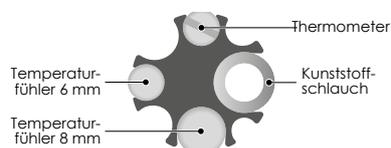

Bild 8: Das Steckmodul in der Draufsicht mit Thermometer und zwei Temperaturfühlern.
**Der Kunststoffschlauch im Steckmodul dient für einen sicheren Sitz und Fixierung des Steckmoduls und ist keine Aufnahme für Temperaturfühler (► *Bild 8*).**